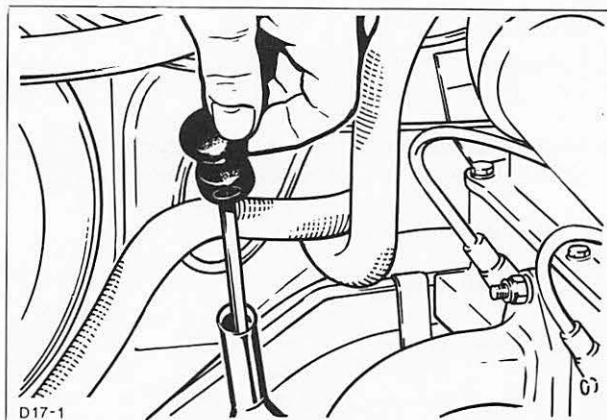

Abb. 9 Ölstandskontrolle Automatik-Getriebe
4. Bei **Leerlaufdrehzahl** des Motors Ölmeßstab herausziehen, Abb. 9, mit einem sauberen Lappen abwischen, wieder einsetzen und nochmals herausziehen. Der Ölstand soll bei „Max“ liegen.